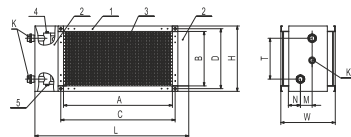
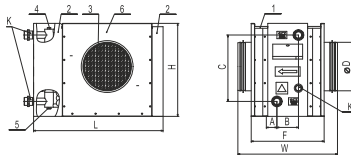

Рисунок 1 Основні розміри пристрою з прямокутним приєднанням до повітропроводу
Рисунок 2 Основні розміри пристрою з приєднанням до круглого повітропроводу
Конструкція пристрою з прямокутним та круглим приєднанням до повітропроводу (рис. 1 та рис. 2) складається з корпусу (1) та вбудованого в корпус нагрівального блоку (3). Корпус складається зі стінки (6 для круглих каналів), двох захисних кожухів (2), виконаних із високоякісної оцинкованої сталі.
Для з'єднання із зовнішньою системою на колекторах є спеціальні штуцери, які знаходяться з торця нагрівального блоку і забезпечують різьбове з'єднання. На вихідному колекторі передбачено різьбовий патрубок (G1/4) із заглушкою (місце Л рис. 1 та рис. 2), на місце заглушки може встановлюватися заглибний датчик, який може застосовуватися для вимірювання температури або для захисту від обмерзання. З торця пристрою також знаходиться ніпель повітровипускний (різьба G1/2 (4) та ніпель для зливання води (різьба G1/2 (5)). Нагрівання повітря відбувається під час його проходження через теплообмінник у процесі взаємодії з мідними трубками та алюмінієвими пластинами. Всі нагрівачі перевіряються на герметичність за максимального робочого тиску 1,6 МПа та температури води 100 °С. Приєднувальні розміри відповідають приєднувальним розмірам елементів каналної вентиляції (каналні вентилятори, каналні електронагрівачі, каналні шумоглушники та ін.).
Основні розміри пристрою з круглим та прямокутним приєднанням до повітропроводу повинні відповідати значенням, наведеним у таблицях 1, 2 та на рис. 1, 2.